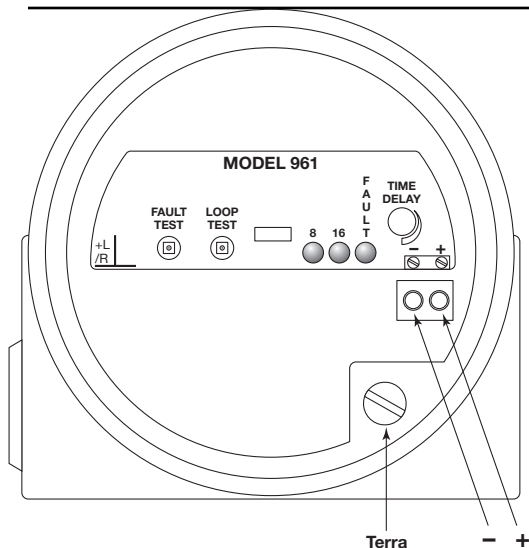

Figura 8
4. Consulte a Figura 8. Conecte os fios aos terminais (+) e (-) na borneira. Pode ser usado cabo sem blindagem (shield). Se for usado cabo com shield, fixe o shield no parafuso de cabeça verde.